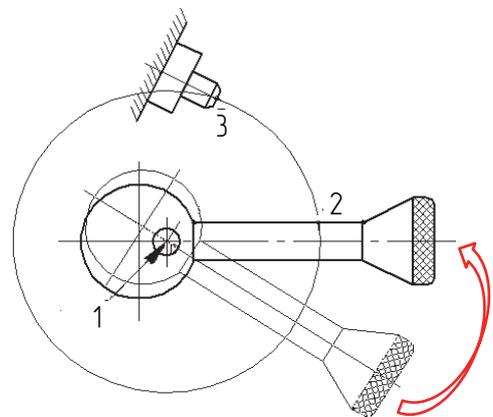

Рис. 2.12-4
11. В ответ на запрос *Укажите точку центра поворота...* указать точку 1 (рис. 2.12-4).
13. Попробовать перемещать курсор. Фантом рычага будет вращаться в любую сторону вокруг точки 1, как показано на рис. 2.12-4.